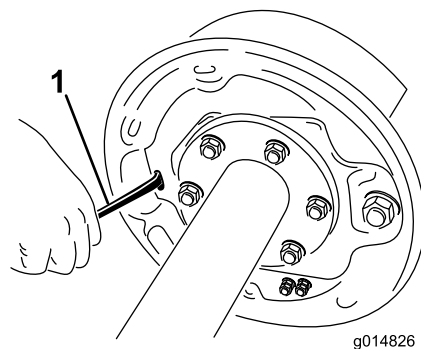

Рисунок 63
4. Чтобы раздвинуть тормозные колодки, поверните звездочку узла регулировки с помощью отвертки (Рисунок 63).